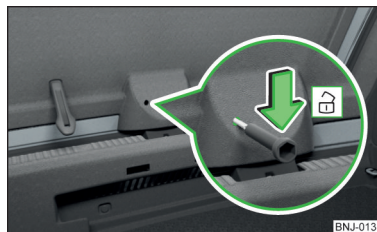

Fig. 195 Oplåsning af bagklap
- Før en skruetrækker eller et lignende værktøj helt ind i åbningen i beklædningen » Fig. 195.